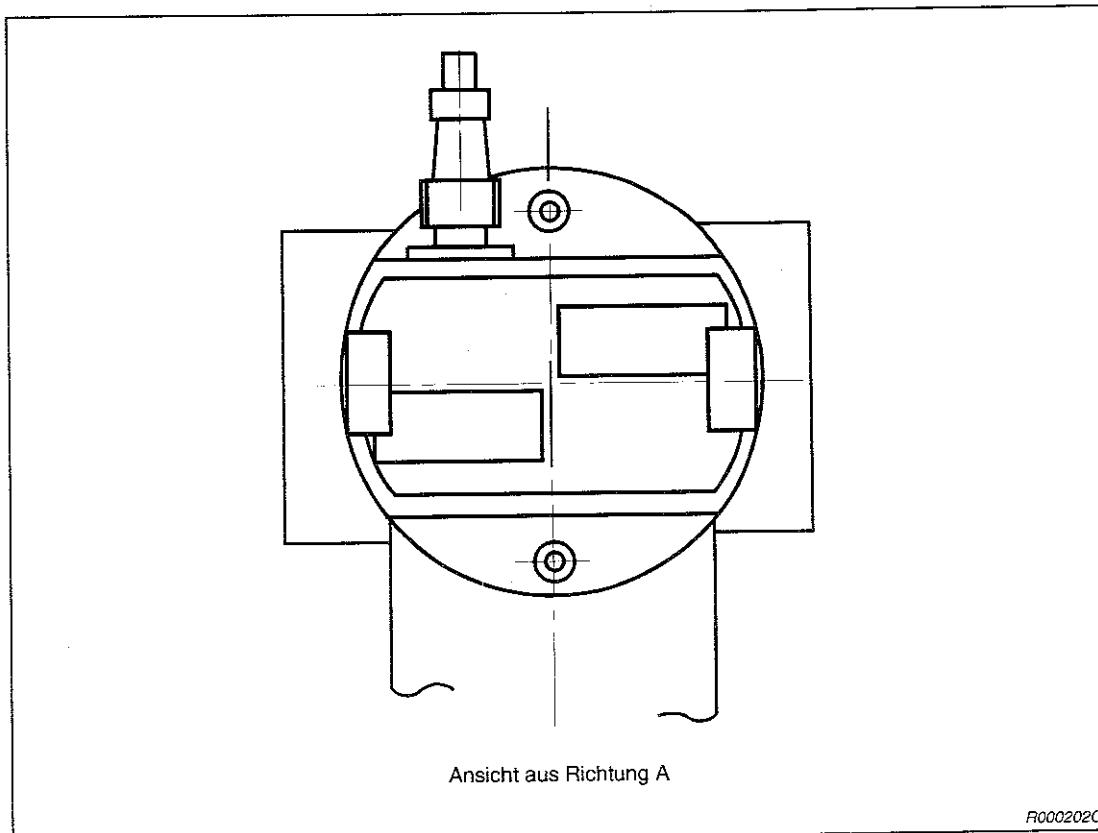

Abb. 2-14: Frontansicht der installierten Greifhand
- ① Befestigen Sie den mechanischen Anschlußadapter mit den vier M5 x 16 Innensechskantschrauben am Handgelenk des Roboterarms.
- ② Montieren Sie danach die motorbetriebene Greifhand mit den zwei M3x12 Innensechskantschrauben an dem Anschlußadapter. Die Abbildung 2-14 zeigt die motorbetriebene Greifhand mit dem Anschlußadapter.